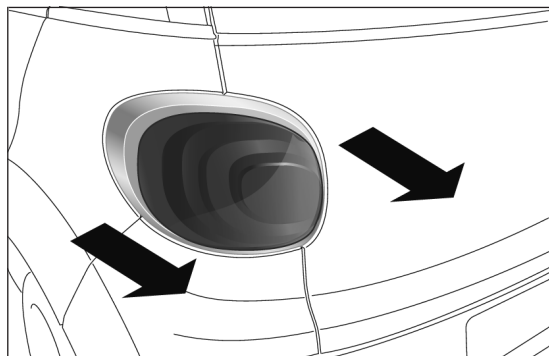

fig. 185
- déposer le groupe optique en l'extrayant avec deux mains dans le sens indiqué par la flèche fig. 185 ;